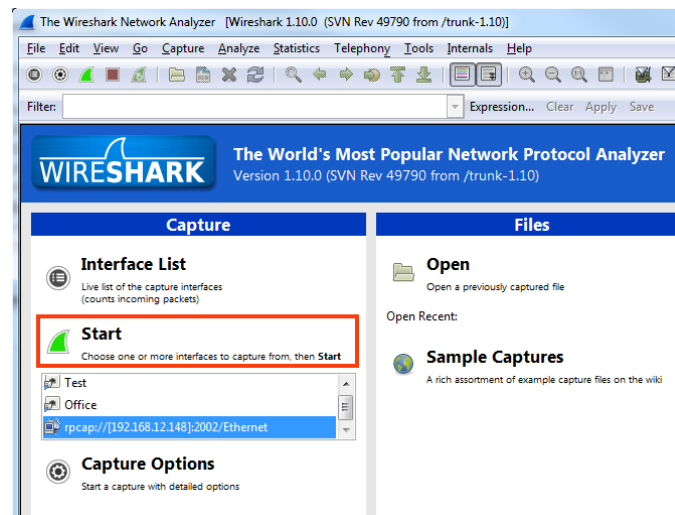

Abbildung 185: Starten einer Remote-Aufzeichnung in Wireshark.
2. Klicken Sie den Knopf **Start** wie in Abbildung 185 dargestellt.